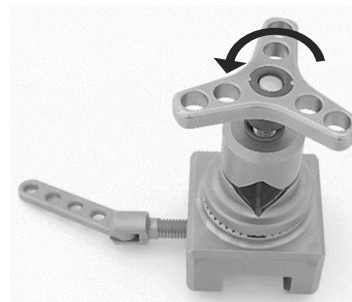

Fig. 15
Vrid stjärnhandtaget (1) moturs tills det kan tas bort (fig. 15).